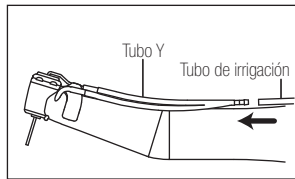

Fig. 4
- 1) Conecte las extremidades del conector Y a la boquilla de pulverización externa y a las boquillas pulverización interna tal y como se detalla en los procedimientos (1) y (2).
- 2) Conecte con firmeza el tubo de riego al conector Y. (Fig.4)